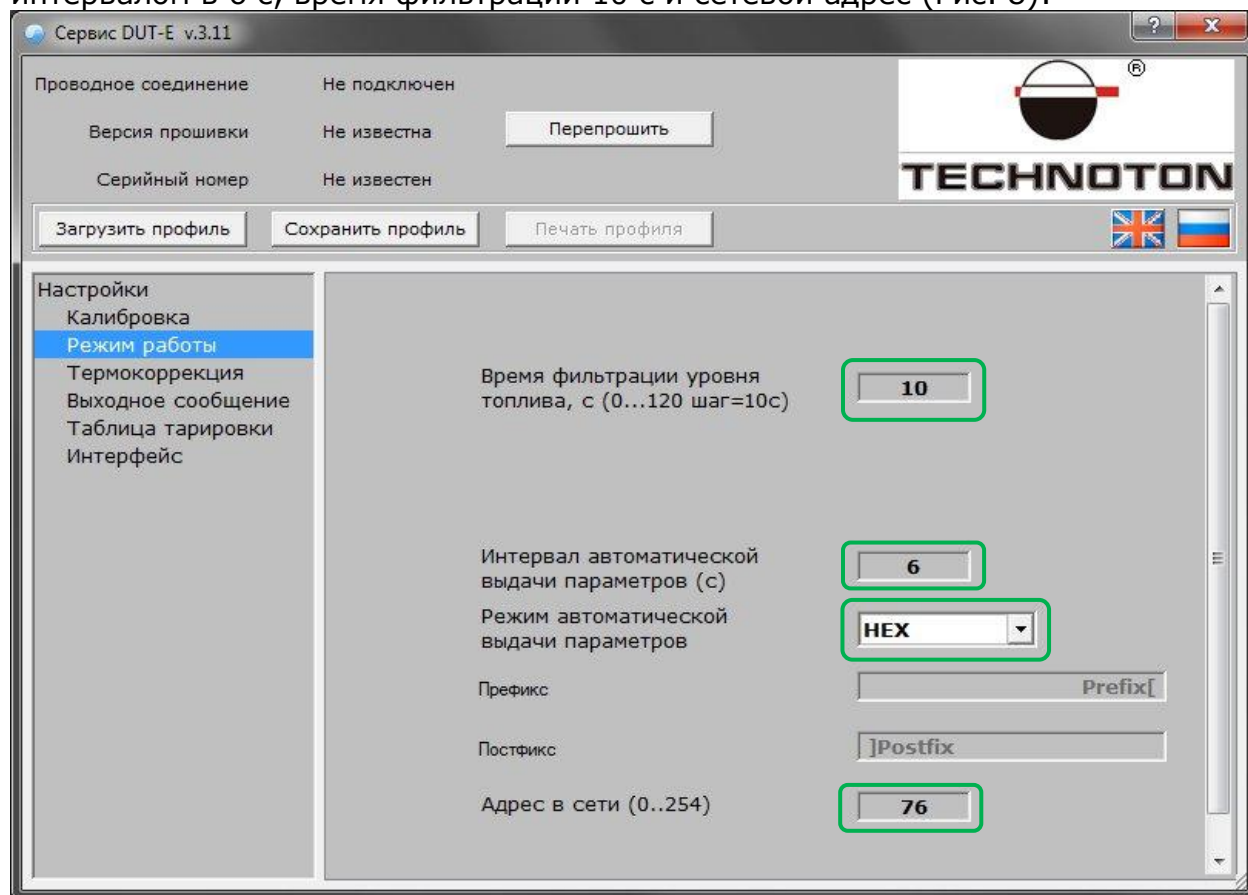

Рисунок 8
3.2.2. Установить режим автоматической выдачи параметров HEX с интервалом в 6 с, время фильтрации 10 с и сетевой адрес (Рис. 8):